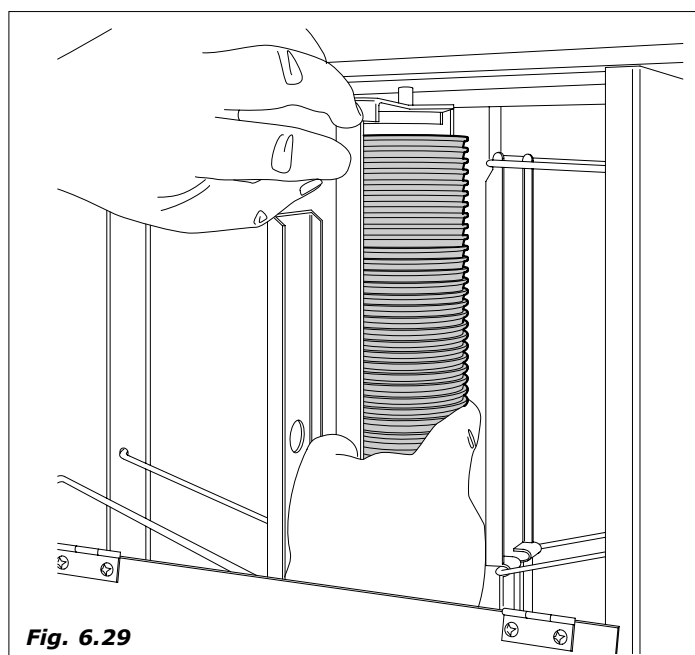

Fig. 6.29
- introducir la primer columna de vasos en el tubo central porta vasos (Fig. 6.29).